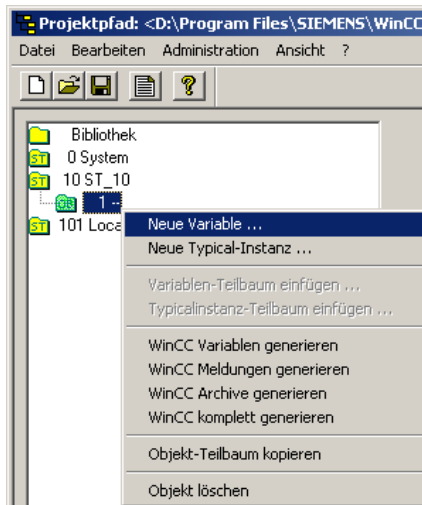

Bild 4-43 Anlegen einer neuen Variable
1. Selektieren Sie die Dekodierung mit der rechten Maustaste und öffnen Sie das Auswahlmenü (siehe Bild 4-43).